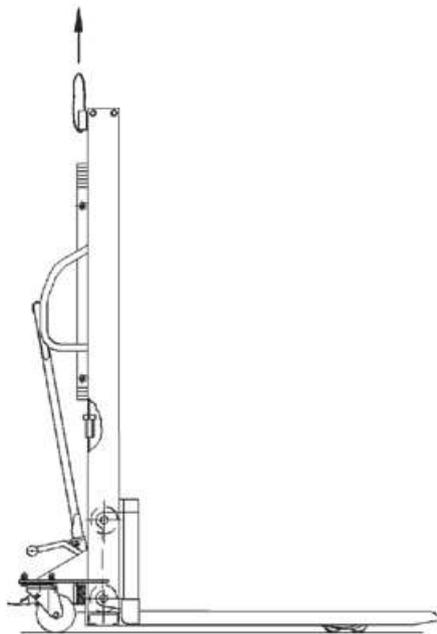

Figura 2 Diagrama de elevación de la transpaleta
6. La posición correcta para la elevación con eslingas se indica en la figura 2.